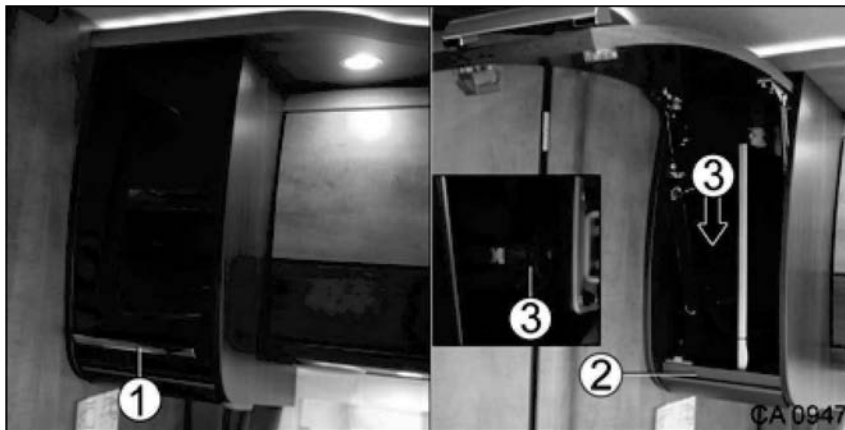

Fig. 131 Système coulissant de l'écran TV au-dessus du salon en L
1. Ouvrir la porte de placard supérieure à la poignée (Fig. 131/1).
2. Ouvrir la porte de placard inférieure (Fig. 131/2).
3. Débloquer le verrouillage (Fig. 131/3).
4. Tirer le système coulissant de l'écran TV (Fig. 131/4) en dehors.